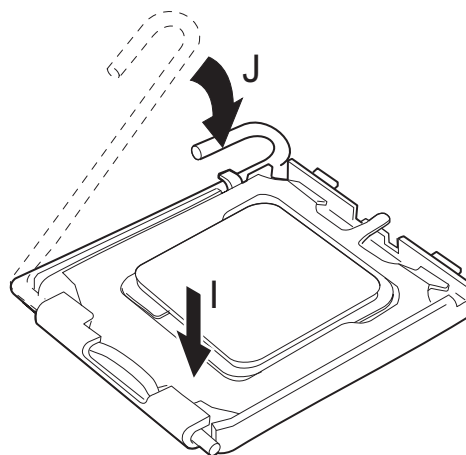

Abbildung 9. Montageklappe schließen
7. Drücken Sie die Montageklappe nach unten (Abbildung 9, I), und schließen und verriegeln Sie den Sperrhebel (Abbildung 9, J).